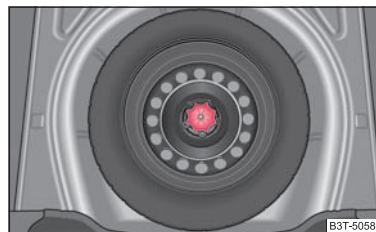

Fig. 195 Maletero: Rueda de repuesto
La rueda de repuesto se encuentra alojada en una cavidad debajo del revestimiento del piso del maletero y está fijada con un tornillo especial ⇒ fig. 195.
- Guarde la rueda sustituida en la cavidad de la rueda de repuesto y fijela por medio de un tornillo especial ⇒ página 244, fig. 195.